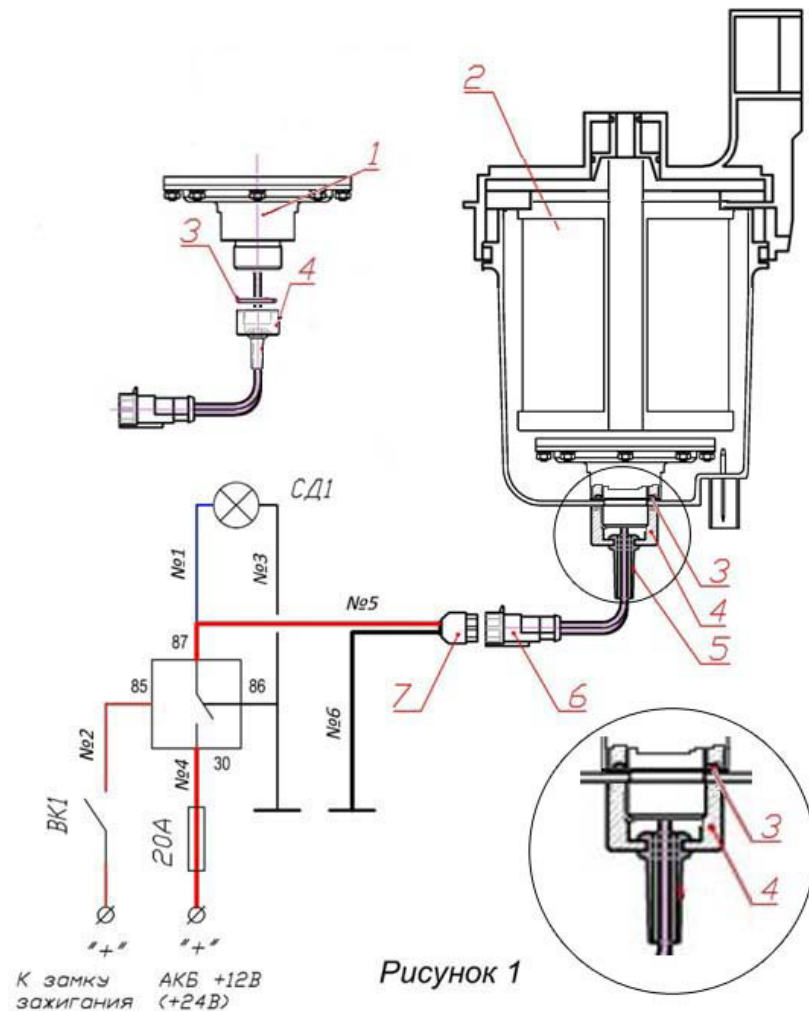

Рисунок 1
5.3 При монтаже подогревателя (см. рис. 1) установите в канавку подогревателя кольцо уплотнительное 3 и зафиксируйте положение подогревателя накидной гайкой 4 с кабельным выводом 5.